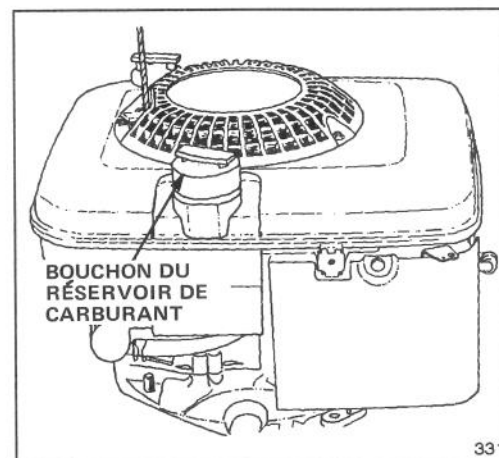

Figure 7
2. Remettez le bouchon (Fig. 7).